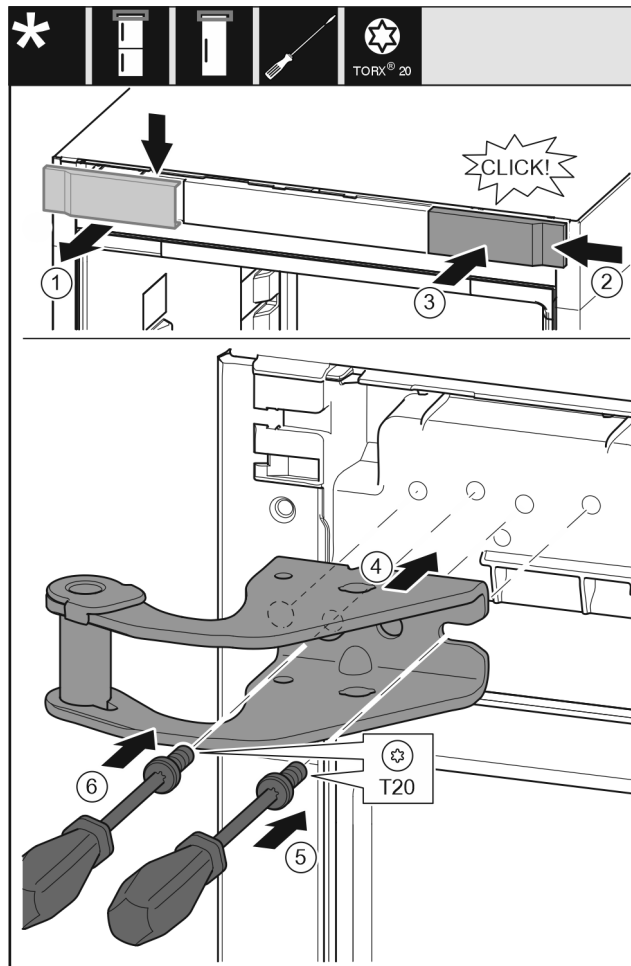

Fig. 14
- Odeberte kryt shora dopředu. Fig. 14 (1)
- Kryt otočený o 180° zavěste na druhé straně zprava. Fig. 14 (2)
- Zaklapněte kryt. Fig. 14 (3)
- Nasadte horní stojan ložiska. Fig. 14 (4)
- Šroubovákem T20 nasadte šroub a utáhněte. Fig. 14 (5)
- Šroubovákem T20 vložte šroub a utáhněte. Fig. 14 (6)